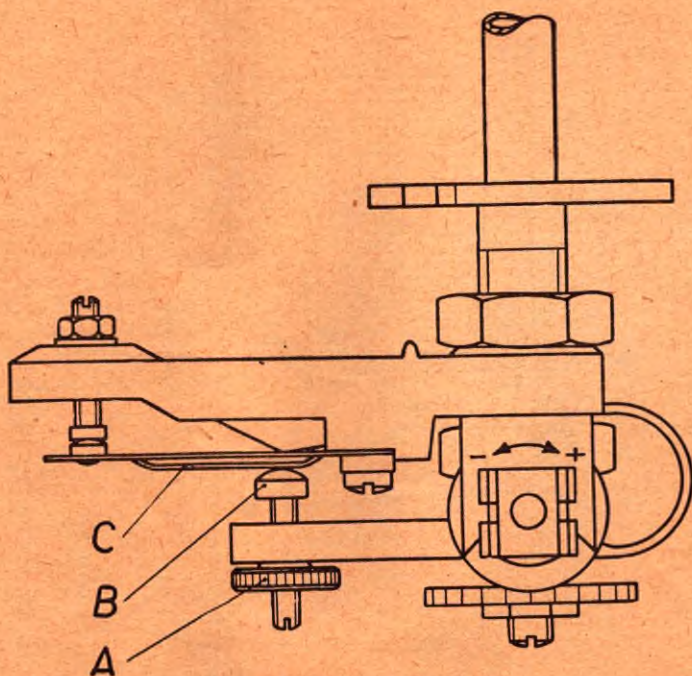

Abb. 5 Temperaturregler
Sollte eine Neueinstellung der maximalen Abschalttemperatur (Reglerknopf in Stellung Anschlag rechts) erforderlich werden, so ist wie folgt zu verfahren: Rändelmutter (A) lösen und Justierschraube (B) verstellen (siehe Abb. 5). Dabei entspricht 1/4 Umdrehung der Justierschraube einer Temperaturänderung von etwa 10 °C.